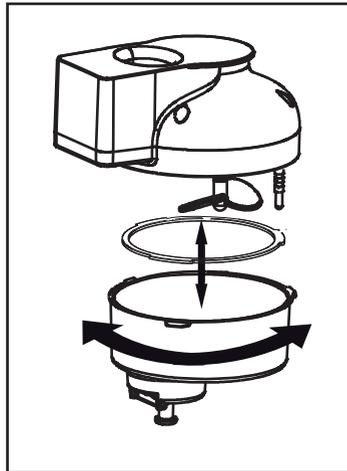

Fig. 5
- Pour bien nettoyer l'unité moteur **A** démontez-la (fig. 5) :